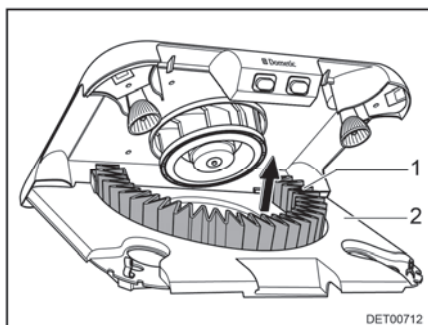

Bild 129 Byta aktivt kolfilter
- Ta ut det aktiva kolfiltret (Bild 129,1) uppåt från hållaren.
- Sväng upp filterhållaren (Bild 129,2) tills den hakar fast.